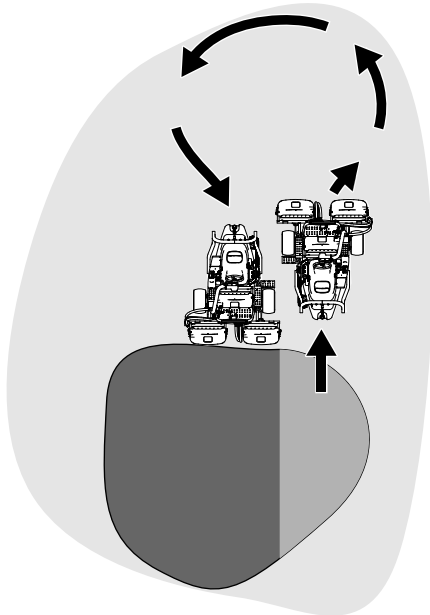

Figure 33
6. Pour réduire le temps de travail et faciliter l'alignement pour la passe suivante, tournez momentanément la machine dans la direction opposée, puis tournez-la vers la partie à tondre. Ce demi-tour en « goutte d'eau » (Figure 33) permet d'aligner rapidement la machine pour la passe suivante.